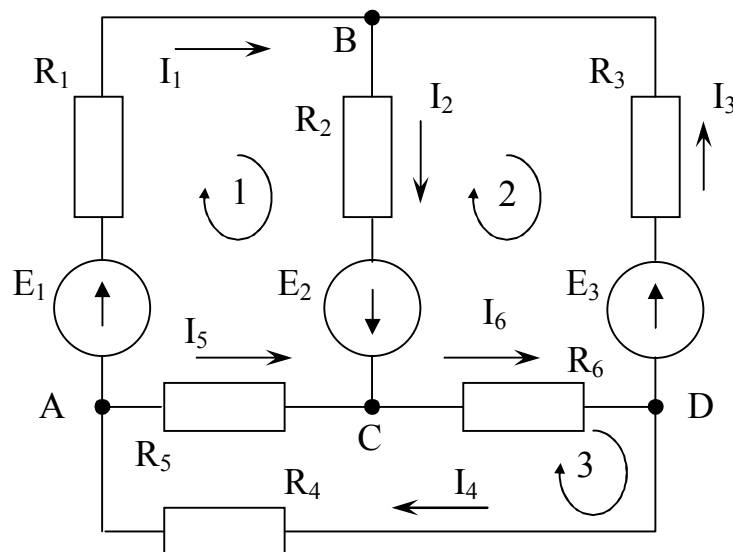

Рисунок 5.7 – Схема электрической цепи
**Пример 1.** Определить токи в ветвях электрической цепи (рис. 5.7), используя метод применения законов Кирхгофа. Известны величины сопротивлений и ЭДС. Внутренним сопротивлением источников пренебречь.
Произвольно выберем направление тока в каждой ветви цепи (рис. 5.7).
Уравнения по второму закону составляют для независимых контуров. Независимым является контур, в который входит хотя бы одна новая ветвь, не вошедшая в другие контуры. Выберем три независимых контура и укажем направления обхода контуров по часовой стрелке (рис. 5.7). Запишем три уравнения по второму закону Кирхгофа